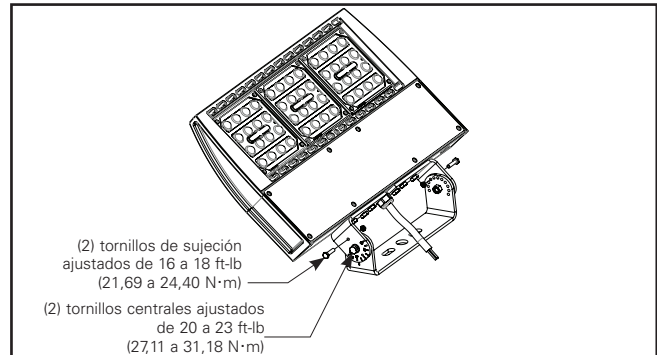

Figura 2.
2. Retire los (2) tornillos de sujeción y sus tuercas. Guarde el hardware (Figura 2).
3. Afloje los (2) tornillos centrales sin quitarlos (Figura 2).
5. Ajuste los tornillos de sujeción y sus tuercas de 16 a 18 in-lb (1,8 a 2,03 N·m) (Figura 2).
6. Ajuste los tornillos centrales de 20 a 23 ft-lb (27,11 a 31,18 N·m) (Figura 2).